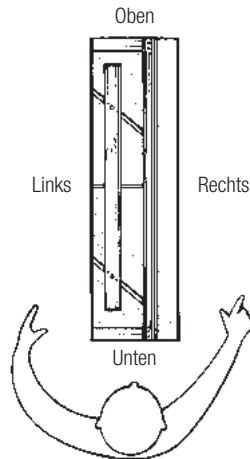
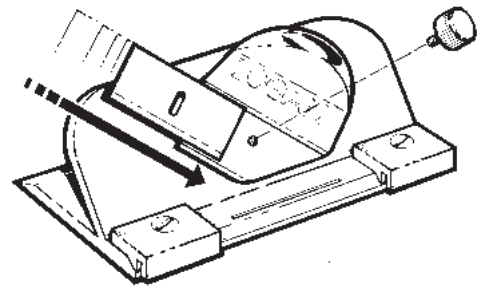

Abb. 2
Abb. 3
3. Legen Sie die Klinge mit der scharfen Seite nach unten so in den Klingenhalter, dass die Spitze durch den Klingenschlitz geführt wird und das Loch der Klinge am Loch des Klingenhalters ausgerichtet ist (**Abb. 2**)(**Abb. 3**).